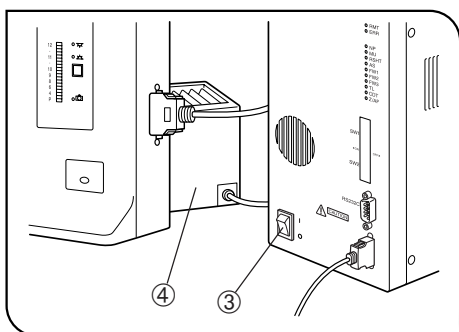

Fig. 2
5. Cuando baje la platina apretando el botón de bajada de la platina (DOWN) (1), tenga cuidado de no pillarse la mano entre la parte inferior del condensador (2) y la base.
8. Para evitar posibles riesgos de electrocución y quemaduras al cambiar la bombilla, ponga antes el interruptor principal (3) en la posición "O" (APAGADO) y desconecte el cable de alimentación de la toma de la pared. Siempre que cambie la bombilla durante o inmediatamente después de su utilización, deje que tanto el portalámparas (4) como la bombilla se enfríen antes de tocarlos. (Fig. 2)